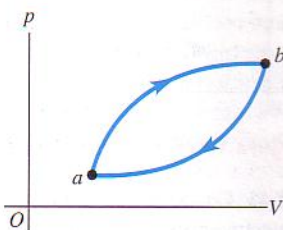

Figura 19.23 Ejercicio 19.17.
**19.17** Un sistema se lleva por el ciclo de la figura 19.23, del estado  $a$  al  $b$  y de regreso al  $a$ . El valor absoluto de la transferencia de calor durante un ciclo es de 7200 J. a) ¿El sistema absorbe o desprende calor cuando recorre el ciclo en la dirección indicada en la figura? ¿Cómo lo sabe? b) ¿Qué trabajo  $W$  efectúa el sistema en un ciclo? c) Si el sistema recorre el ciclo en dirección antihoraria, ¿absorbe o desprende calor en un ciclo? ¿Qué magnitud tiene el calor absorbido o desprendido en un ciclo antihorario?